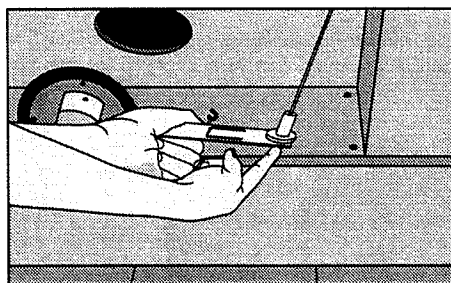

Fig. 7
4. Koppla ur excenterstången från strypdonets arm, se fig. 7.